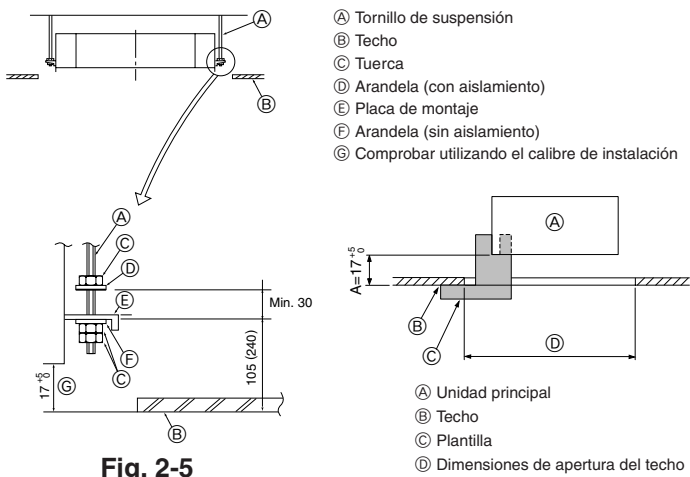

Fig. 2-5
2.5. Procedimientos de suspensión de la unidad (Fig. 2-5)